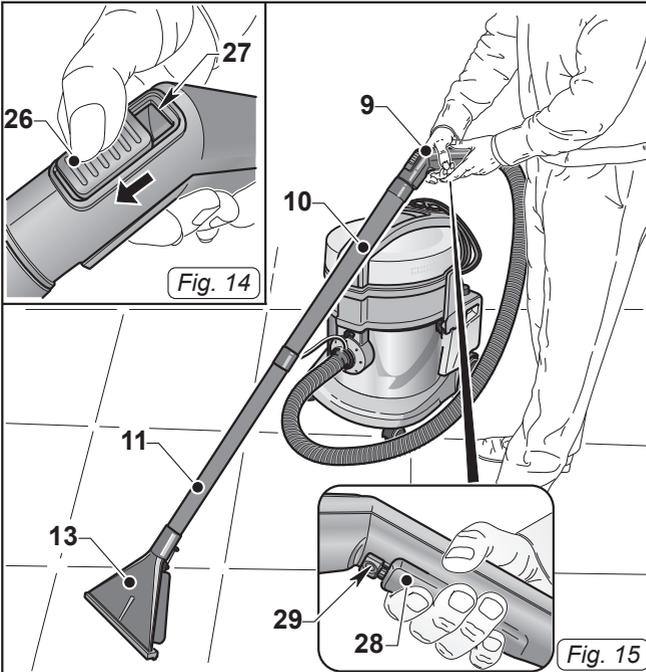

Fig. 15
- Zum Reinigen von Böden oder Teppichböden müssen der Schlauch mit dem ergonomischen Griff (9 Abb. 15), die Verlängerungsrohre (10 und 11 Abb. 15) und die Bodendüse (13 Abb. 15), sofern vorhanden, montiert werden.
- Für die Abgabe von Reinigungsmittel, den Schalter (28 Abb. 15) drücken. Den Schalter loslassen, um die Abgabe einzustellen.
Es ist möglich, den Schalter (28 Abb. 15) in gedrückter Stellung (Dauerabgabe des Reinigungsmittels) zu blockieren, indem der Cursor (29 Abb. 15) in Richtung Schalter (28 Abb. 15) geschoben wird. Wird der Cursor (29 Abb. 15) wieder in die Ausgangsstellung zurückgesetzt, wird der Schalter losgelassen und die Reinigungsmittelausgabe blockiert.